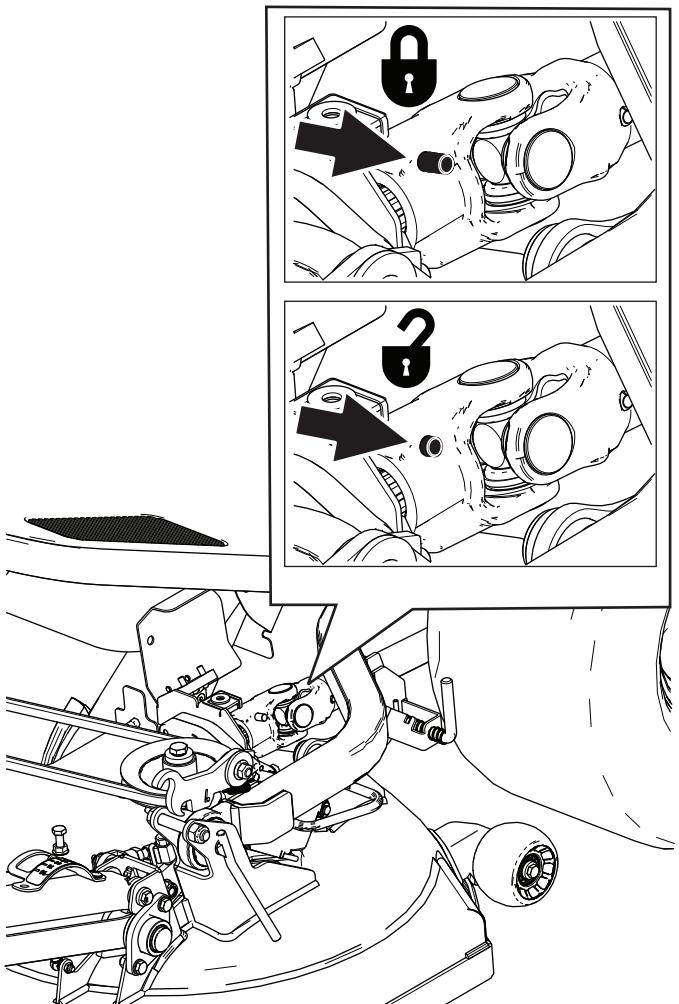

Figura 91
1. Gire la fijación de cuarto de giro y abra la cubierta de la articulación universal de la cubierta de la correa (Figura 91).
2. Desconecte el extremo delantero del árbol de transmisión de la caja de engranajes de la unidad de corte pulsando el pasador cargado con muelle y, a continuación, tirando del extremo del árbol de transmisión hacia atrás (Figura 91).
3. Libere el pasador cargado con muelle y compruebe que la articulación universal del árbol de transmisión está bloqueada en la caja de engranajes de unidad de corte; consulte la Figura 91.